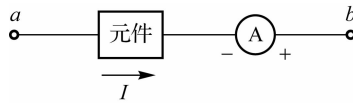

图 1-24 填空题(8)图
- (8)如图 1-24 所示的某段电路,测得电流为 1 A,若选择电流参考方向由 $a \rightarrow b$,则 $I =$ _____ A。